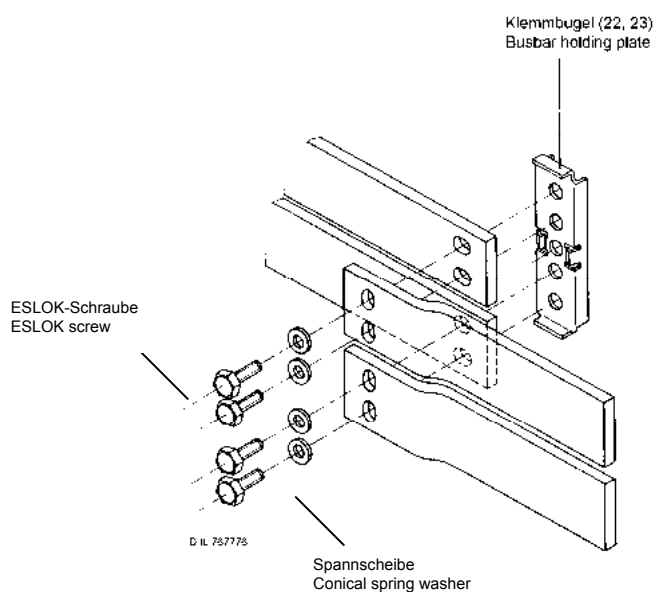

Abb. 34 / Fig. 34
5. Sammelschienen sowie Schutz- und Neutralleiterschienen sind an den Transportteilungen zu verschrauben (Verbindungselemente werden mitgeliefert) (siehe Abb. 34/35). **Es dürfen nur Schrauben mit ESLOK-Sicherung zusammen mit je einer Spannscheibe verwendet werden.** Die Verbindungsstellen der Sammelschienen sind durch eine Trennwand zwischen Kabel- und Schienenraum zugänglich. Diese Trennwand ist nach Verschrauben der Schienen wieder ordnungsgemäß zu verschließen. Langlöcher an den Schienenenden gewährleisten einen ausreichenden Toleranzausgleich. Bei ordnungsgemäßer Ausrichtung der Transporteinheiten sind die Löcher deckungsgleich. **Nachbohren ist nicht zulässig wegen der entstehenden Bohrspäne.** Die Kontaktflächen bedürfen keiner besonderen Behandlung. Bei Verschmutzung sind diese mit einem weichen Tuch zu reinigen. Keine Stahlbürste oder chem. Mittel benutzen. Bei Doppelsammelschienensystemen sind die Schienen am Ende zu entgraten oder leicht anzuphasen (beidseitig $45^{\circ} \begin{smallmatrix} +0 \\ -15 \end{smallmatrix}$ mit $1 \begin{smallmatrix} +1 \\ -0,5 \end{smallmatrix}$ mm). Anzugsdrehmomente für Sammelschienen-, Schutz- und Neutralleiterschienenverbindungen siehe Abschnitt 5.14.
5. The busbars as well as the protective and neutral conductor bars have to be bolted at the transport divisions using the connections provided (see fig. 34/35). **Only ESLOK-sealed screws together with one conical spring washer each are to be used.** The connecting points for the busbars are accessible through partition wall between the cable and busbar compartments. This partition wall must be closed after the bars have been secured. Elongated holes at the ends of the bars ensure adequate adjustment within the tolerances set. If the erection is properly carried out the holes will match up as required. **Drilling is not permissible, due to the resulting chips.** Contact surfaces do not need a special pretreatment. In case of dirt, the contact surfaces should be cleaned with a soft cloth. Do not use a metal brush or chemical liquids. In case of double busbar systems, the bars should be deburred or slightly phased (on both sides $45^{\circ} \begin{smallmatrix} +0 \\ -15 \end{smallmatrix}$ with $1 \begin{smallmatrix} +1 \\ -0,5 \end{smallmatrix}$ mm). Refer to chapter 5.14 for tightening torques for bolted connections of busbars, protective and neutral conductor bars.